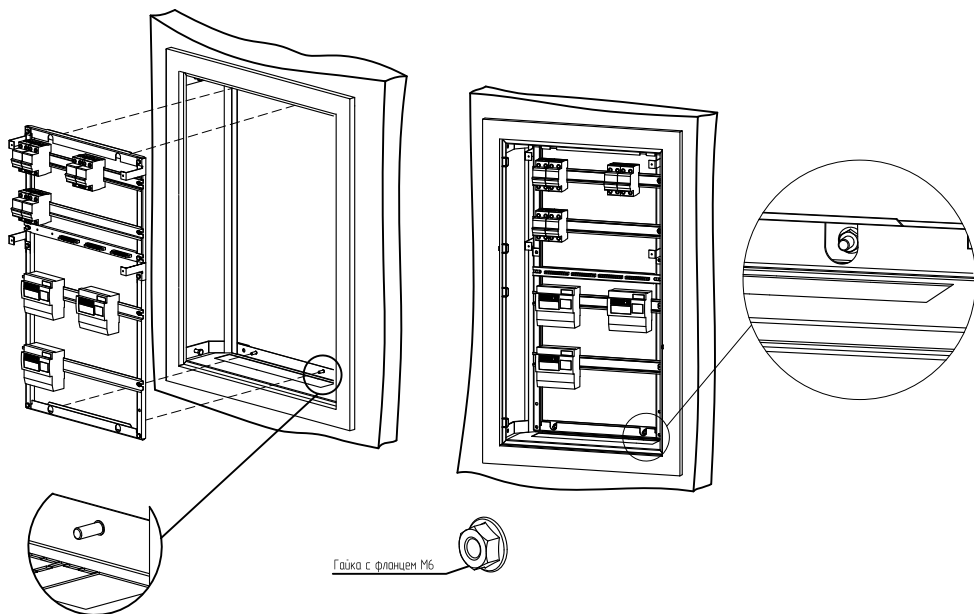

Рисунок 10
5.1 Собранную рамку с выполненными внутренними электрическими соединениями вставьте в корпус ЩЭ и подвесьте на приваренных шпильках (рисунок 10).